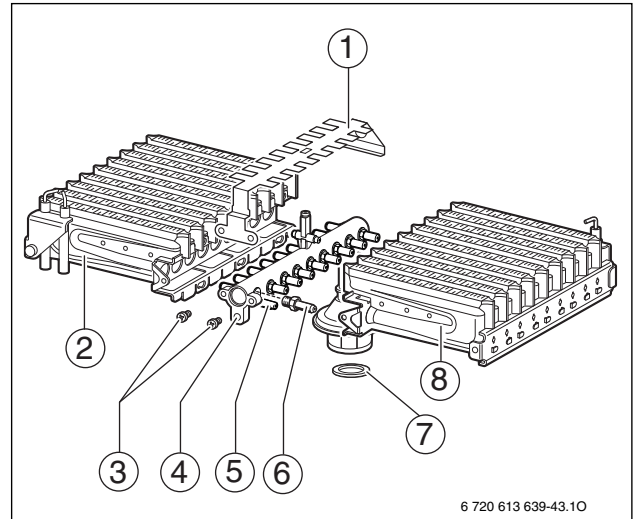

Рис. 34
- ▶ Демонтировать горелку (→ рис. 34, поз. 2 и 8 /→ глава 12.2.1).
- ▶ Заменить форсунки (6).
- ▶ Установить горелку (→ рис. 34, поз. 2 и 8).